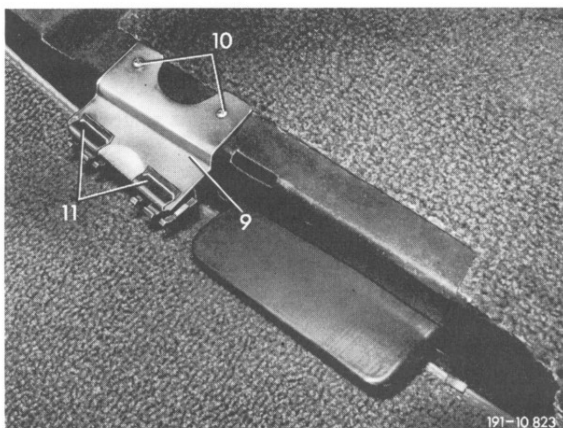
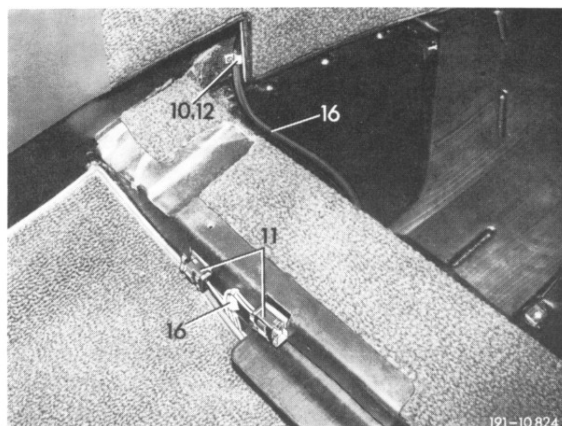

Bild 7
Bild 8
22 2polige Kupplungen vom Zusatzleitungssatz (16) von der Mittelkonsole durch den linken und rechten Querträger verlegen, dazu gegebenenfalls den Querträger für die Gummitüllen des Zusatzleitungssatzes (16) nacharbeiten (Bild 7 und 8).
23 Zusatzleitungssatz (16) mit den Teilen (10 und 12) links und rechts vom Tunnel nach Bild 8 anschrauben. Anschließend mit den Teilen (9 bis 11) am linken und rechten Querträger nach Bild 7 oder 8 befestigen.